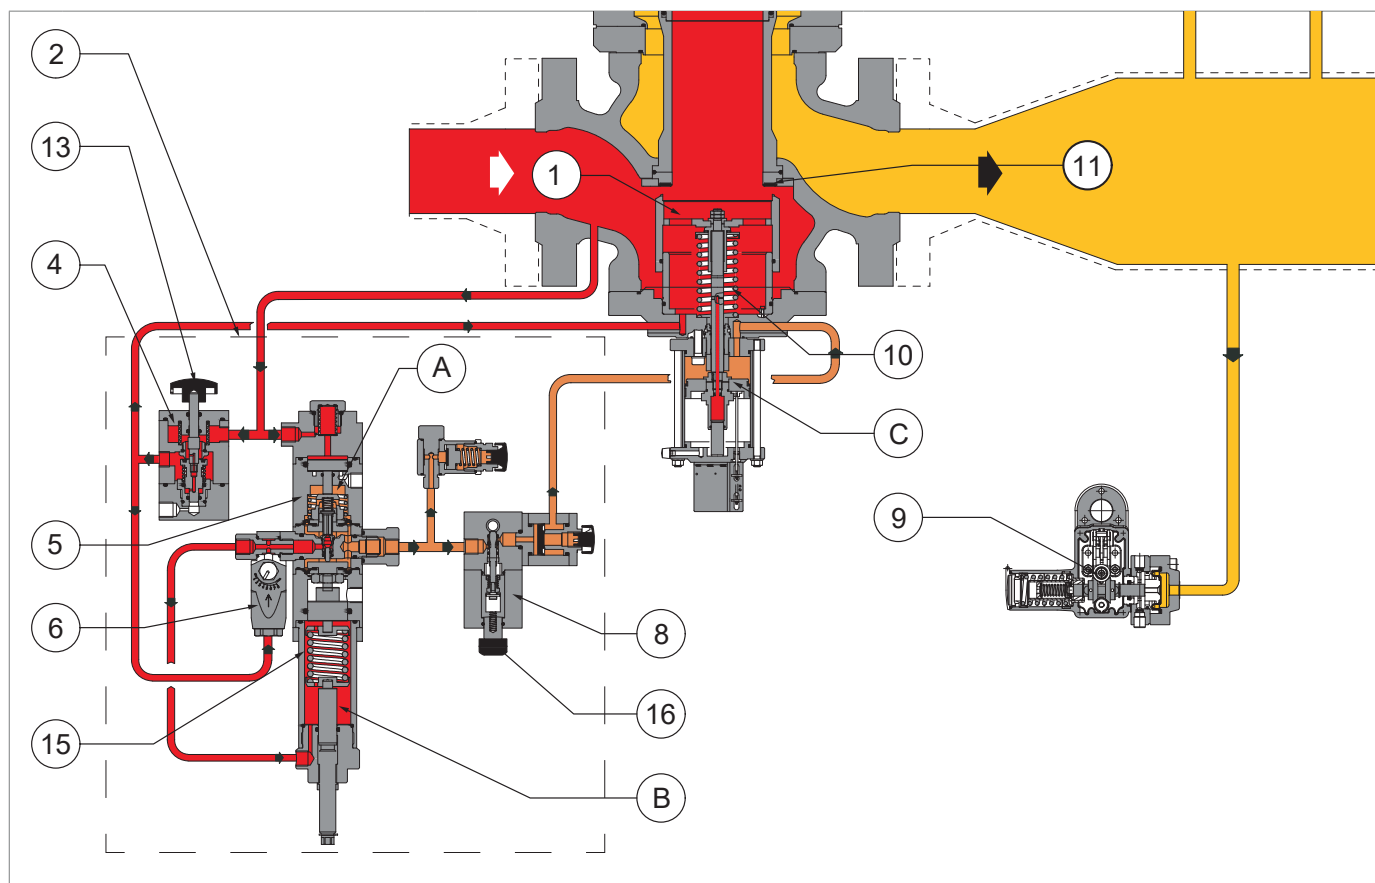

Fig. 4.13. REVAL 182 con valvola di blocco incorporata HB/97
La valvola di blocco incorporata HB/97 è costituita da (vedere fig. 4.13):
Il dispositivo LINE OFF 2.0 (2) è composto da (vedere fig. 4.13):